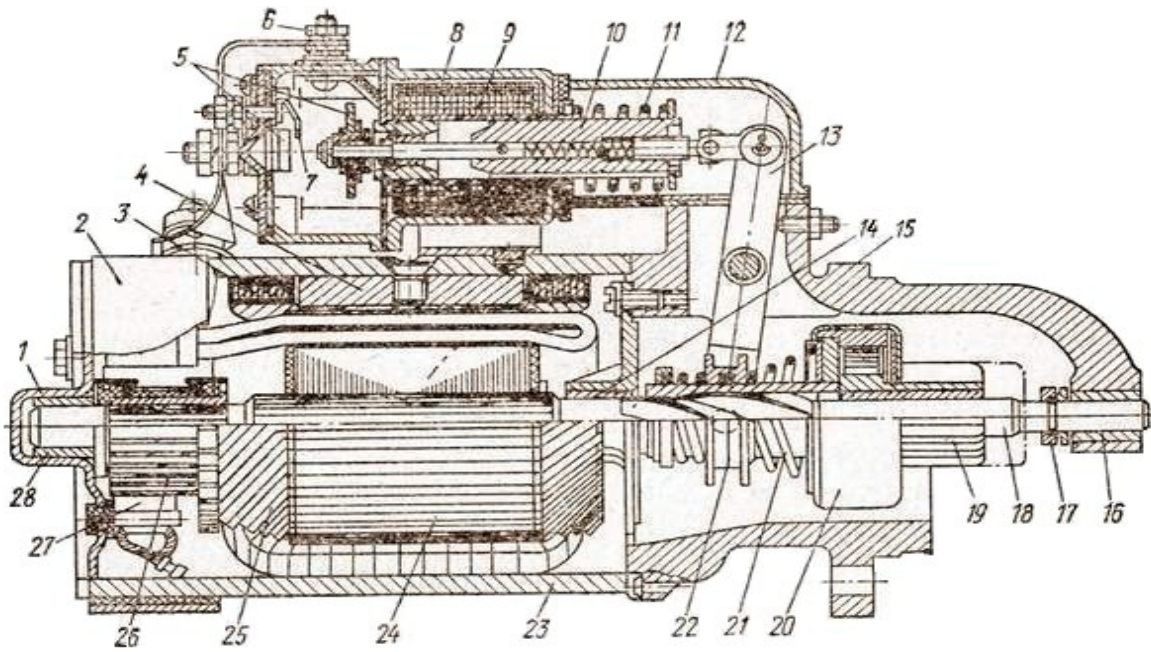

Рис. 2. Стартер
17. Цифрой 3 на рис. 2 обозначено:
18. Цифрой 25 на рис. 2 обозначено:
25. Какой цифрой на рис. 2 обозначена удерживающая обмотка тягового реле стартера?
26. Цифрой 17 на рис. 2 обозначено:
28. Какой цифрой на рис. 2 обозначена втягивающая обмотка тягового реле стартера?
29. Цифрой 2 на рис. 2 обозначено: